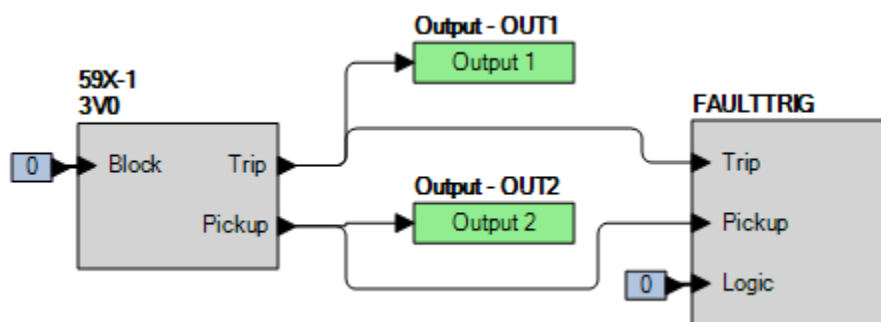

Figura 60-1. Ajustes de BESTlogicPlus (Modo 3V0)
Paso 2: Utilice BESTCOMSPlus para configurar la Lógica programable de BESTlogicPlus, como se muestra en la Figura 60-1.
Paso 4: Prepárese para monitorear la operación de la función 59X-1. El funcionamiento se puede verificar monitoreando OUT2 (consulte la Figura 60-1).